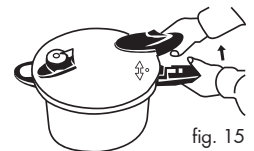

fig. 15
b) Draai de bovenste hendel linksom (fig. 15).